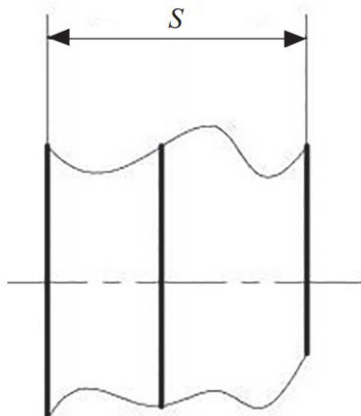

Рис. 5. Элементы соединяемых деталей
2. Изобразим в масштабе 1 : 1 элементы соединяемых деталей (рис. 5).